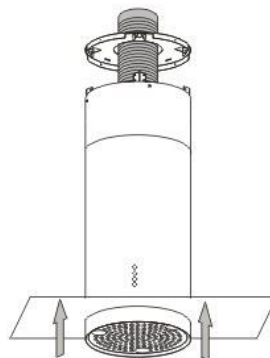

Рис. 12
6. Див. Рис. 12, встановити розширювальну трубу.